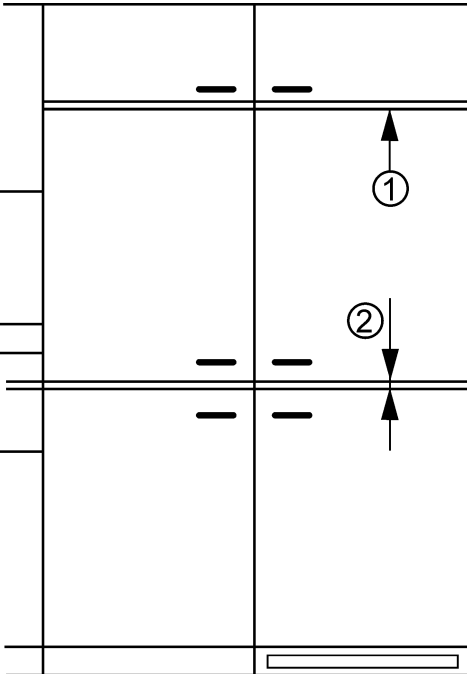

Fig. 5
- Garder à la même hauteur que les portes de l'armoire voisine (ou des armoires si présentes) les arêtes supérieurs des portes du haut Fig. 5 (1) et du bas Fig. 5 (2).
- Garder à la même hauteur que le jeu entre les portes de l'appareil le jeu Fig. 5 (2) entre les portes du meuble.